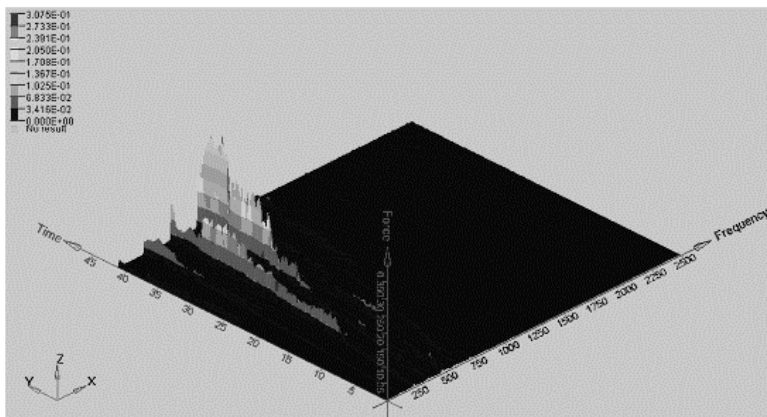

图 13-106 改变背景色
- (2) 从调色板中为 X axis 选择一个颜色。
- (3) 改变 Tics per axis 的数字。注意屏幕上的 X axis 值有什么变化。
- (4) 单击 Y 和 Z 轴，分别为这两个轴选定颜色。
- (5) 单击 Shading 标签。
- (6) 确认 Grid style 选择在 Box 并改变 Grid line color。
- (7) 确认 Axes lengths 被设置在 Automatic。
- (8) 为 Grid Style 勾选 Lines。
- (9) 从调色板选择一种颜色改变 Background color，如图 13-106 所示。
- (10) 回到 Grid Style 下的选项 Box。